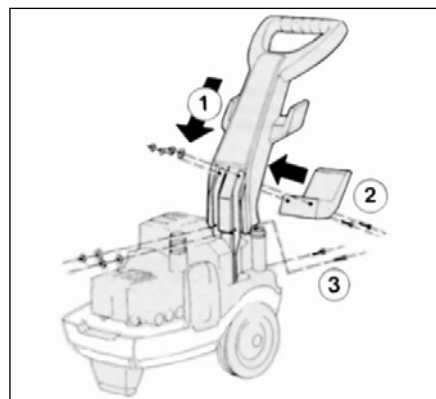

Рис.6
- II. Установка рукоятки (Рис.6).